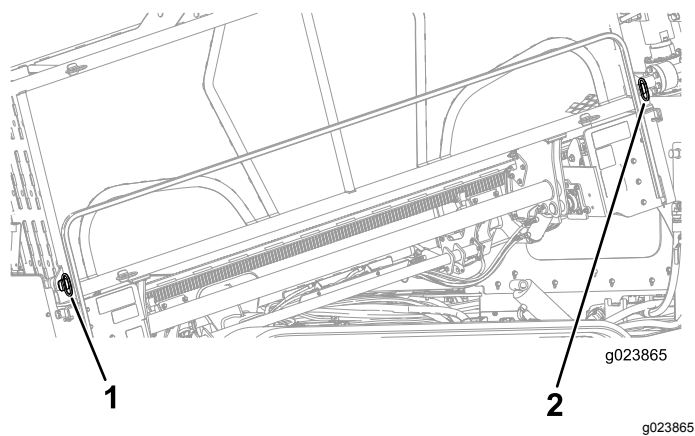

Figura 68
2. Retire os pinos inferiores externos do porta-hastes (Figura 68).